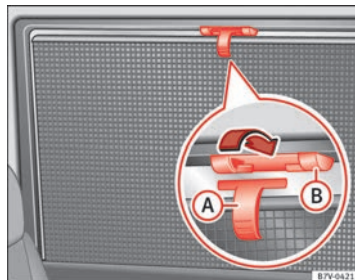

Fig. 65 Nella tendina posteriore destra: tendina.
- Tirare completamente la tendina verso l'alto per mezzo della maniglia sporgente ⇒ fig. 65 A.